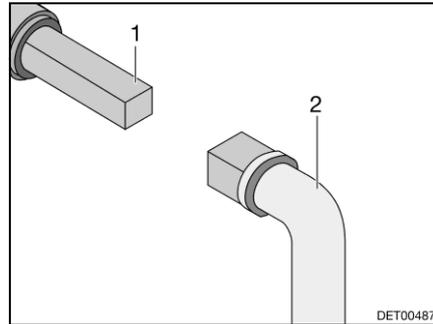

Bild 94 Bedienung Abwasserhahn
- Schlüssel (Bild 94,2) auf Vierkant (Bild 94,1) stecken.